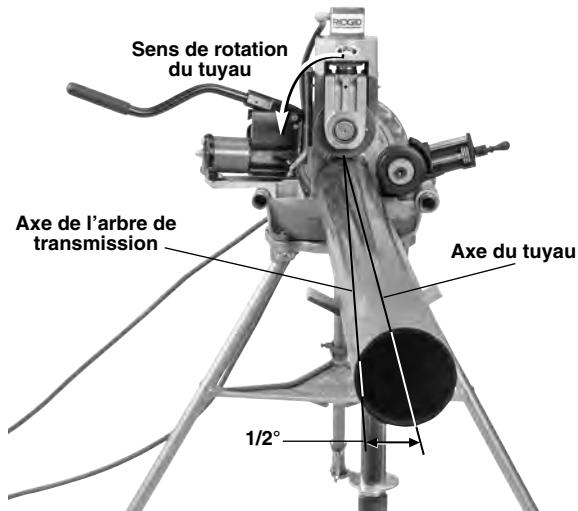

Figure 15 – Déport du tuyau de $\frac{1}{2}^{\circ}$ au contre de l'utilisateur (exagéré)
- Mode opératoire alternatif – Commutateur en position FOR :** Si vous utilisez la rainureuse en marche avant avec le commutateur tourné à FOR (tel que sur les fileteuses à mandrin automatique type 535 Auto Chuck qui n'ont pas été converties au mandrin bidirectionnel) il sera nécessaire de déporter le tuyau et le ou les porte-tubes au contre de l'utilisateur sur environ $1/2^\circ$ (*Figure 15*). A noter que le stabilisateur ne peut pas être utilisé et le commutateur en position FOR, car il risquerait d'envoyer le tuyau en spirale et hors du jeu de galets.